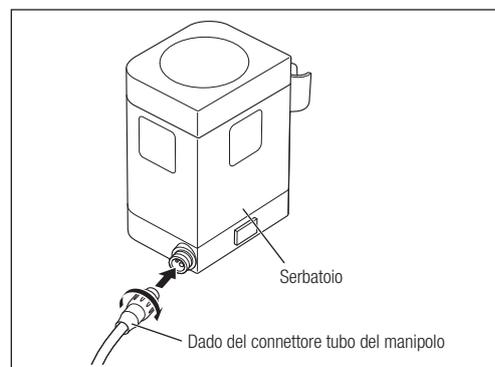

Fig. 7
- 2) Inserire il connettore del tubo del manipolo nella relativa presa del connettore e serrare il dado del connettore (Fig. 7).